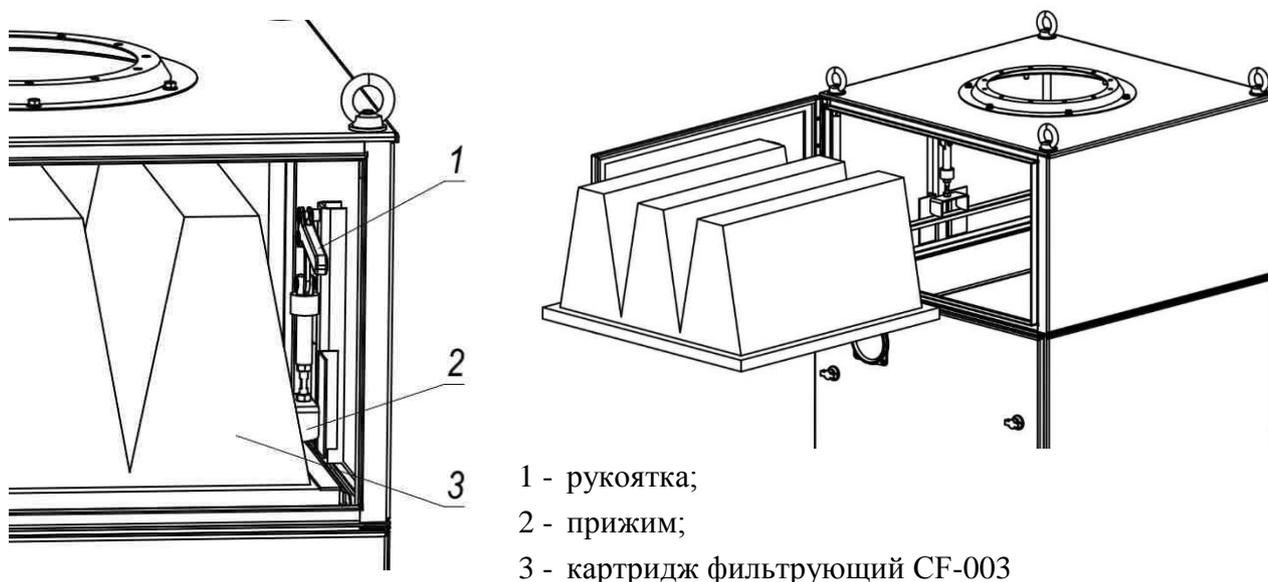

Рисунок 11
1) открыть дверцу камеры, потянуть вверх за рукоятки и поднять прижимы, крепящие картридж (рисунок 11);